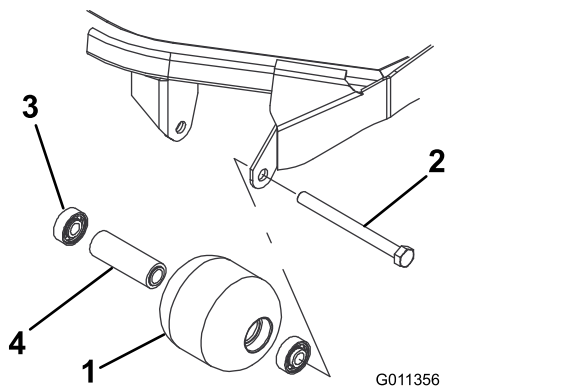

Figura 126
1. Îndepărtați urubul de montare a rolei (Figura 126).
4. Inspectați carcasa rolei, lagărul și distanțierul lagărului pentru a observa dacă sunt deteriorate (Figura 126). Înlocuiți toate componentele deteriorate și montați-le.
1. Apăsai primul lagăr în carcasa rolei (Figura 126). Apăsai doar sau în mod egal pe calea de rulare interioară și exterioară.
2. Introduceți distanțierul (Figura 126).
3. Apăsai al doilea lagăr în carcasa rolei (Figura 126). Apăsai în mod egal pe calea de rulare interioară și pe cea exterioară până când calea interioară intră în contact cu distanțierul.